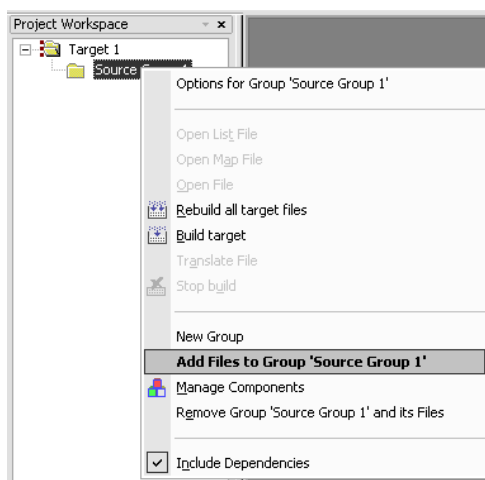

Рисунок 5
- в) Щелчком правой кнопки мыши по пункту **Source Group 1** окна проекта (см. рисунок 5) открыть его контекстное меню.